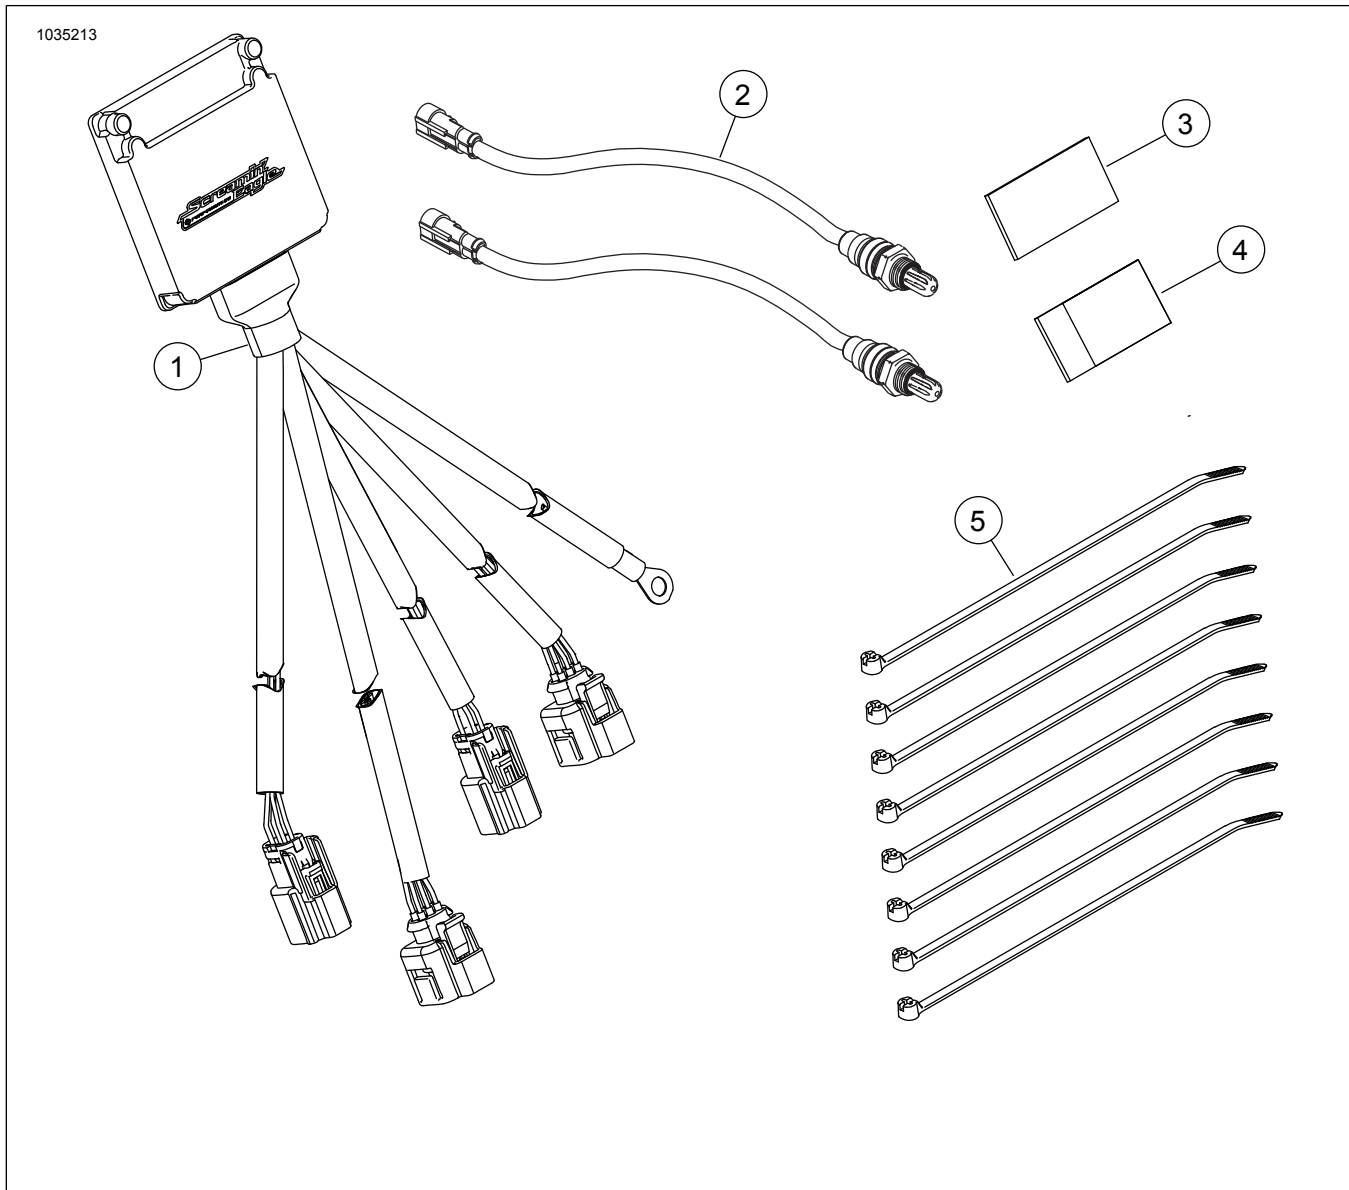

Abbildung 52. Inhalt des Satzes: Automatisches Tuning-Modul (ATM) Smart Tune Pro
Siehe Abbildung 48, Abbildung 52 und Tabelle 5. Die Breitband-Lambdasonden (2) einbauen. Den Lambdasonden-Steckschlüsseinsatz (Teile-Nr. HD-48262-A) verwenden und auf folgendes Drehmoment anziehen: